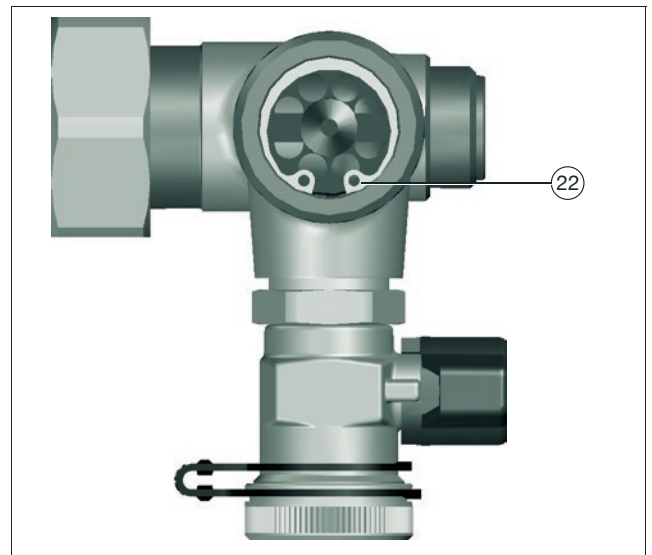

Abb. 35: Sicherungsring
1. Lösen Sie den Sicherungsring (siehe Position (22) in Abb. 35) mit einer geeigneten Sicherungsringzange.
2. Setzen Sie den Sicherungsring ein (siehe Position 22 in Abb. 35 auf Seite 53).